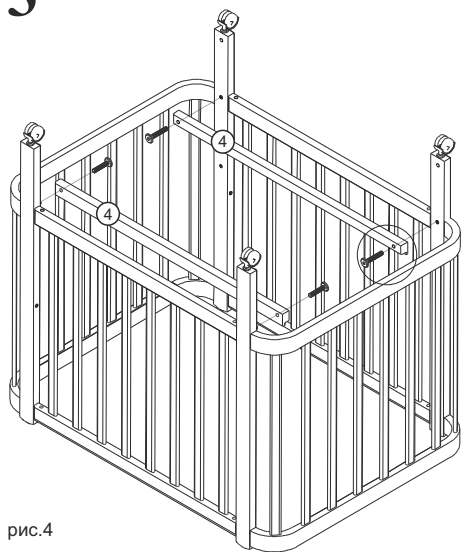

рис.4
3. Установите и закрепите царгу (дет. 4) при помощи винтов 6x35 к стойкам кровати, согласно схеме (рис. 4).